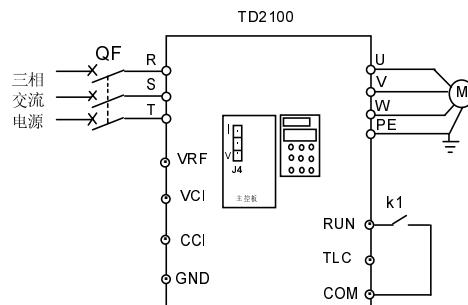

图4—4 端子控制运行配线图
如图4—4所示。
- (1)按图4—4接线后上电；
- (2)用PANEL/REMOTE键进入面板控制方式；
- (3)按PRG键进入编辑状态；
- (4)分别定义如下参数：